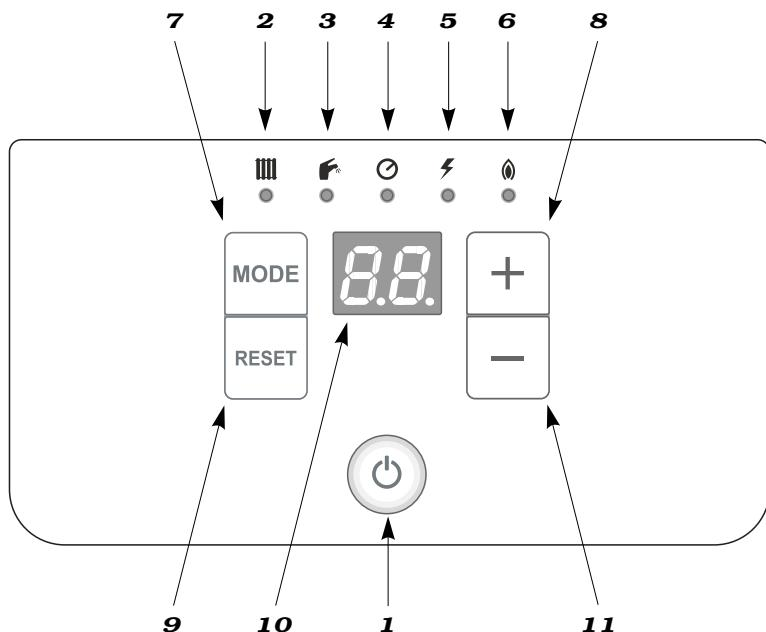

Рис. 1
Главный выключатель (рис.1, поз.1) предназначен для включения и выключения котла. Он расположен в нижней половине панели управления котлом.
Описание элементов управления (рис. 1):
3. давление ОВ находится в рекомендуемых пределах 1– 2 бара. Включите главный выключатель (рис. 1, поз. 1). Через короткое время на дисплее появится изображение температуры ОВ, и одновременно зажжется диод над символом  (рис. 1, поз. 2). После розжига горелки зажжется диод над символом  (рис. 1, поз. 6).
диод неисправности  (рис. 1, поз. 5), а на дисплее котла появится код неисправности. С помощью кнопки RESET (рис. 1, поз. 9) разблокируйте котел. Если через короткие промежутки времени защитное отключение повторяется или невозможно будет разблокировать котел, обратитесь в сервисную организацию.